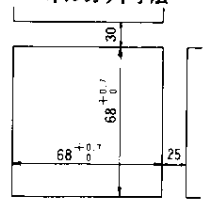

Fig. 1
(1) 取付方法
- パネルカット寸法を参照してパネルに角穴をあけて下さい(Fig.1)。